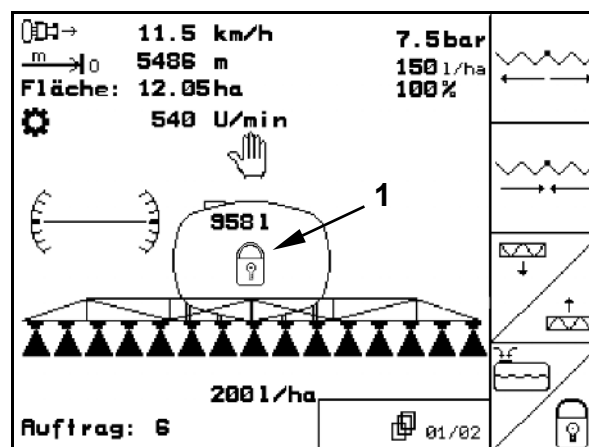

Bild 137
- I arbetsmenyn indikeras en stängd hänglås-symbol (Bild 137/1) då svängningsdämpningen är låst.